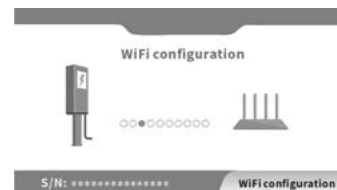

Abb.1 / WLAN Konfiguration
- Drücken und drehen Sie die Not-Aus-Taste dreimal hintereinander, bis die vier Kontrollleuchten aufleuchten. Gleichzeitig wechselt der LCD-Bildschirm zur WLAN Konfigurationsseite (Abb.1). Klicken Sie in der App auf die Schaltfläche „Confirm“ bzw. „Start“, um die WLAN-Konfiguration vorzunehmen.